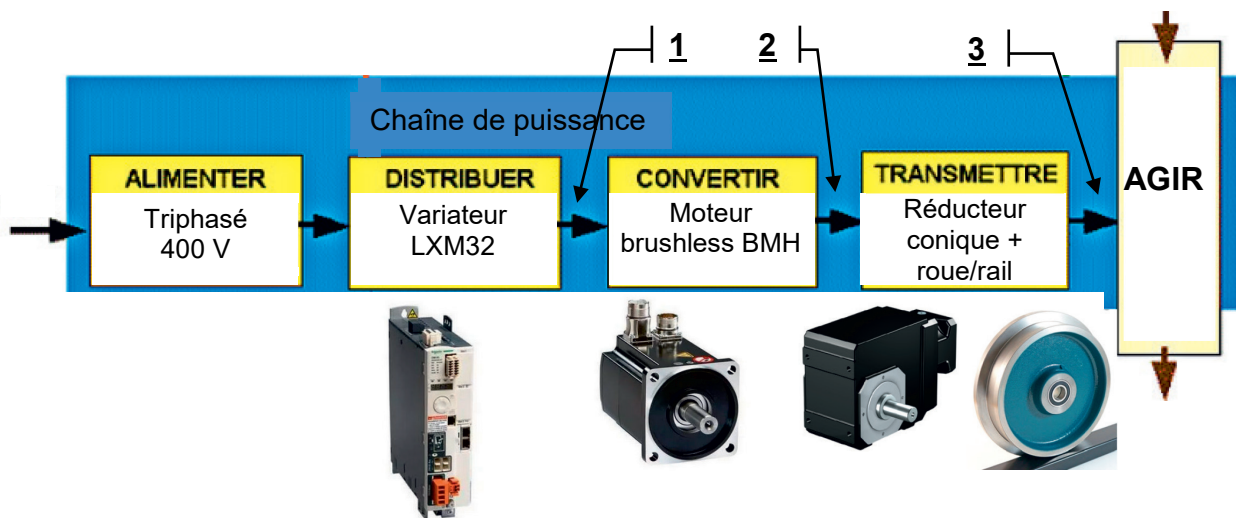

Figure 15 : chaîne de puissance axe  $\vec{X}$ .
Le déplacement du robot selon l'axe horizontal  $\vec{X}$  est assuré par quatre roues. Chaque roue est commandée indépendamment par une chaîne de puissance. La figure 15 illustre une de ces chaînes de puissance.
**Question 1.13** Préciser les grandeurs de flux et d'effort aux points 1, 2 et 3 (précisés sur la chaîne de puissance figure 15) avec leurs unités.